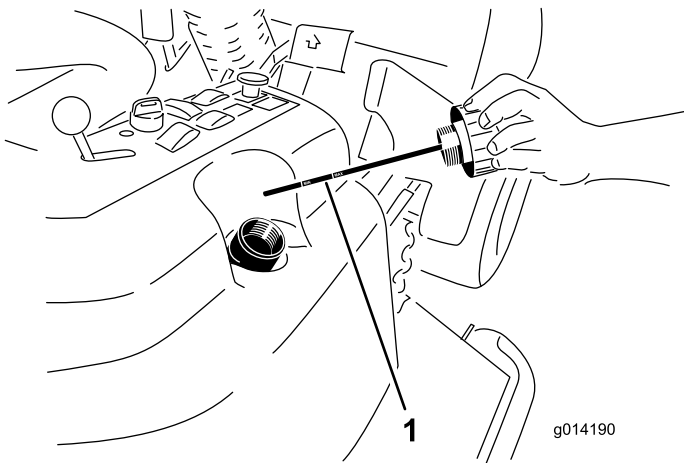

图50
4. 从加油颈上取下液压加油颈盖 **图50**。
5. 取出量油尺用干净的抹布擦拭 **图50**。
6. 将量油尺完全拧入加油颈然后再取出检查液位 **图50**。